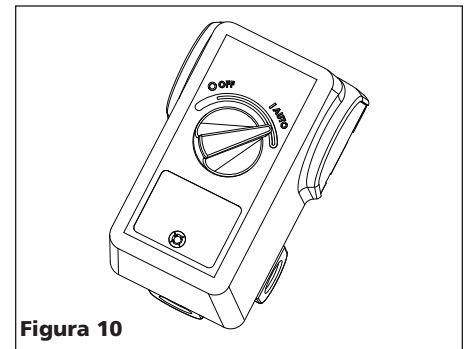

Figura 10
3. Mueva la palanca o perilla del presostato a la posición OFF y enchufe el cordón de alimentación. Coloque la palanca del presostato en AUTO para encender la unidad (Vea la Figura 10).